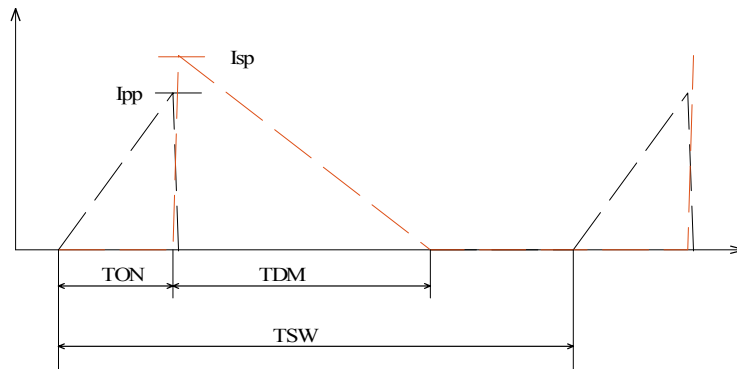

图 4 电流波形工作图
在 CC 模式工作下，CS 引脚的电流信息可以准确地调节次级平均电流。由于系统工作在 DCM 模式，参照下面的图 4，电流峰值 (I_{PP})，匝数比 (N_P/N_S)，次级退磁时间 (T_{DM})，和开关周期 (T_{SW}) 确定次级平均输出电流。忽略漏电感的影响，平均输出电流由方程 (3) 得到。在 CC 模式下，只要辅助绕组可以保持 V_{DD} 高于 UVLO 关闭阈值，当平均输出电流达到规定的基准电流时，在任何低于目标输出电压下都是工作在频率调制模式 (FM) 下的。